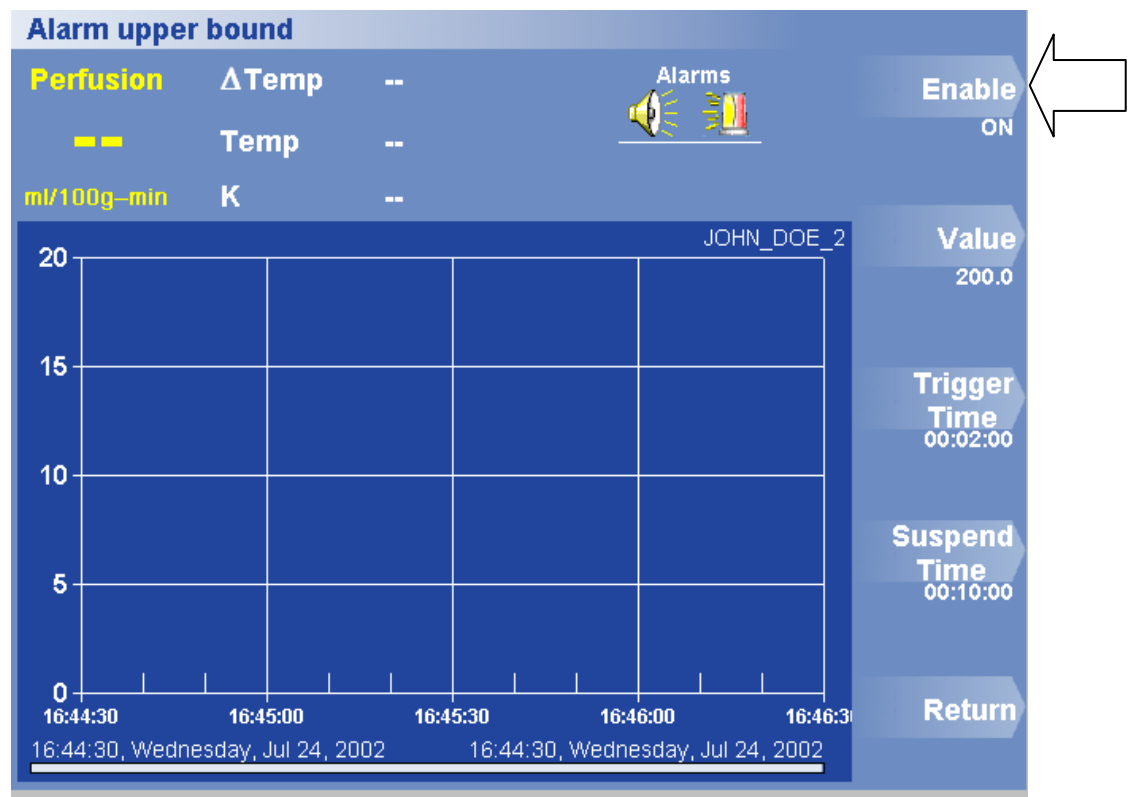

Figure 29. Menu Alarm Upper Bound
1. Cliquez sur Options > Set Alarm > Upper Bound (Options > Définir une alarme > Limite supérieure). Le menu Limite supérieure de l'alarme apparaît (figure 29).